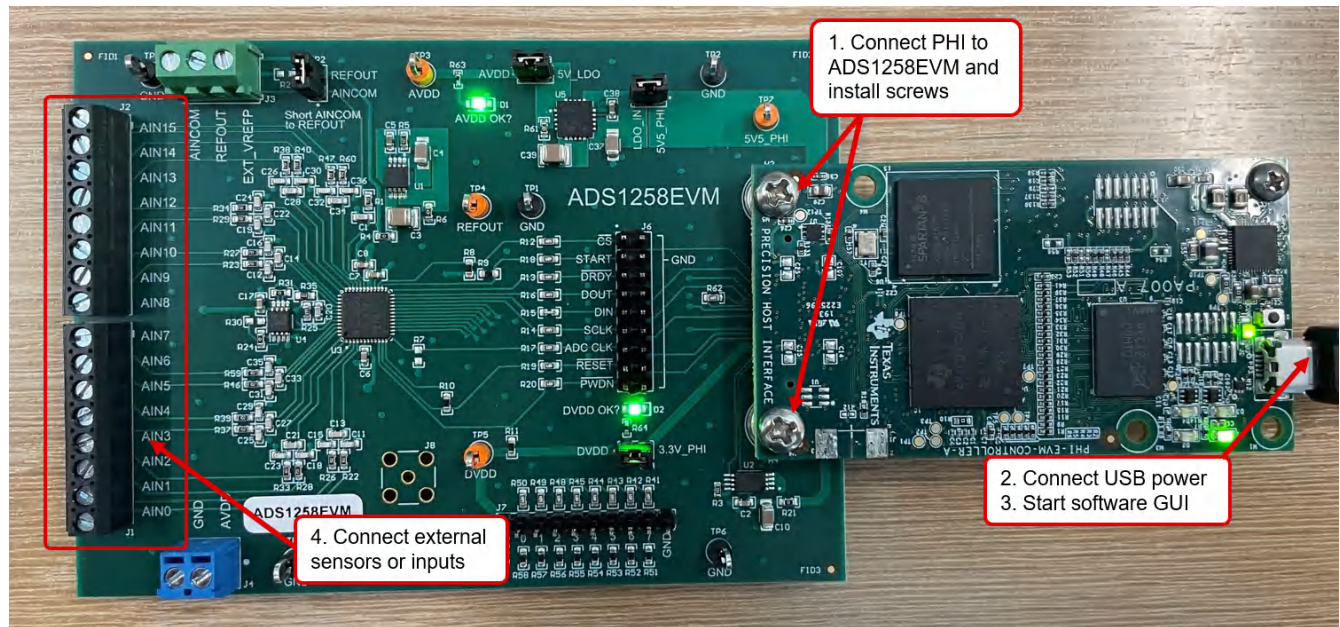

图 7-1. ADS1258EVM 硬件连接
2. 如有必要，将 PHI 电路板连接至 ADS1258EVM (请参阅图 7-1)。
安装软件后，按图 7-1 所示连接 EVM：
- b. PHI 上的 LED D1 和 D2 开始闪烁，表示 PHI 已启动且正在与 PC 通信。图 7-1 显示了相应的 LED 指示灯。